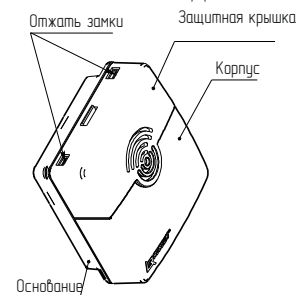

Рисунок 4
– отжать замки и аккуратно отсоединить корпус вместе с защитной крышкой от основания (см. рисунок 4);